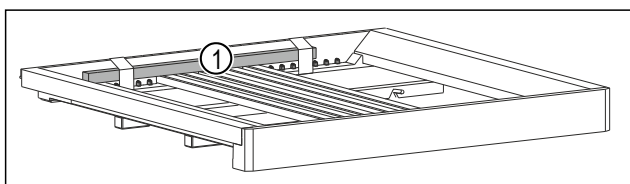

Fig. 37 *
- Izvadite drveni štapić Fig. 37 (1)*.